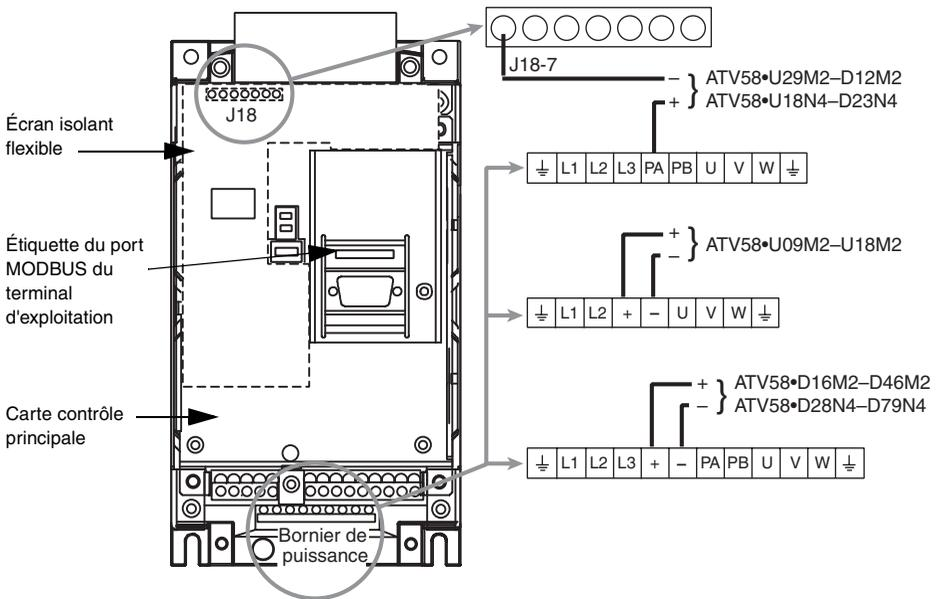

Figure 2 : Emplacement des points de mesure de la tension du bus CC (ATV58HU09M2 représenté)
principale, juste au-dessus du port MODBUS du terminal d'exploitation (voir la figure 2 à la page 108).
Le niveau de tension du bus CC est déterminé par la surveillance des points de mesure du (+) et du (-). Leur emplacement varie selon le numéro de modèle du variateur de vitesse comme indiqué dans le tableau 1 et comme le montre la figure 2 à la page 108. Le numéro de modèle du variateur de vitesse est indiqué sur la plaque signalétique.
3. Lire le numéro de modèle du variateur de vitesse sur la plaque signalétique et identifier les points de mesure correspondants du (+) et du (-) dans le tableau 1 et la figure 2.
- Si le variateur de vitesse ATV58 n'est pas fourni avec une carte option MODBUS, raccorder le connecteur Sub-D à 9 broches du câble du MODBUS au port MODBUS du terminal d'exploitation du variateur de vitesse. Se reporter à la figure 2 à la page 108 pour l'emplacement du port MODBUS du terminal d'exploitation. Effectuer cette connexion après avoir terminé la configuration du variateur de vitesse. Voir le « Chapitre 4 : Configuration du variateur de vitesse ATV58 » à la page 117.